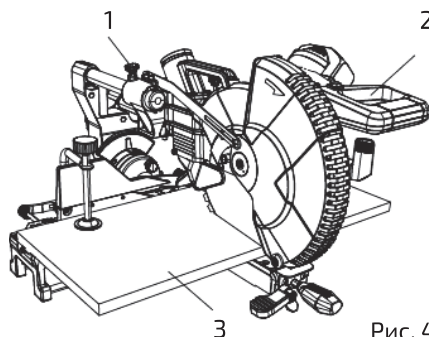

Рис. 45
1. Разблокировать ручку блокировки выдвижной каретки (1) и дать возможность режущему блоку свободно перемещаться (рис. 45).
4. Взяться за рукоятку с курковым выключателем (2) и потянуть каретку вперед, пока центр диска пилы не окажется над передней частью заготовки (3).